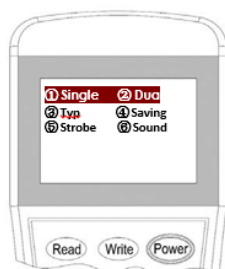

Figura 9
3. Insira “1” para o “Single Address Mode” ou “2” para o “Dual Address Mode” e pressione “Write” para alterar a configuração (Figura 9).